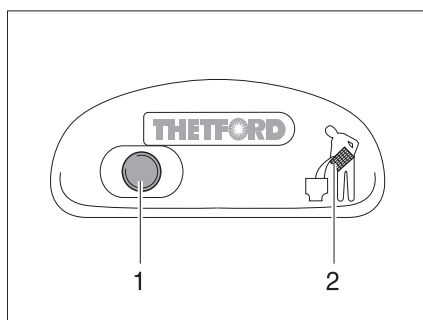
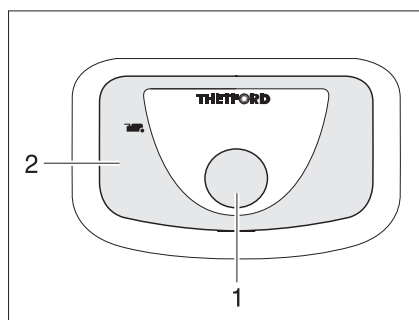

Fig. 236 Bouton pour la chasse d'eau/ voyant de contrôle des toilettes Thetford
Fig. 237 Bouton pour la chasse d'eau/ voyant de contrôle des toilettes Thetford (alternative)
- Pour actionner la chasse d'eau, appuyer sur le bouton bleu (Fig. 236,1 ou Fig. 237,1).
Le voyant de contrôle (Fig. 236,2 ou Fig. 237,2) s'allume lorsque la cassette Thetford doit être vidée.